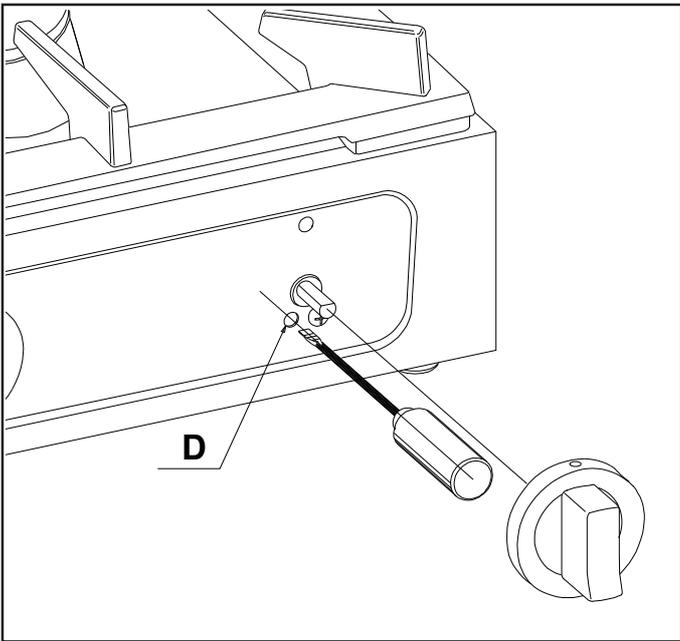

ABB. 3
4.1. 2 EINSTELLUNG DER KLEINSTELLUNGEN (Abb. 3)